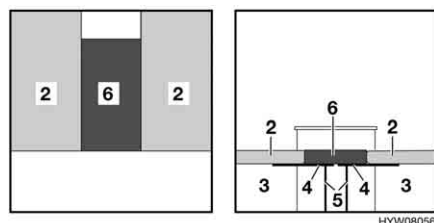

Fig. 80 Dopo la trasformazione
- Aprire i puntelli del telaio portamaterasso (Fig. 80,5).
- Posizionare il cuscino aggiuntivo (Fig. 80,6) tra i cuscini del divano (Fig. 80,2).